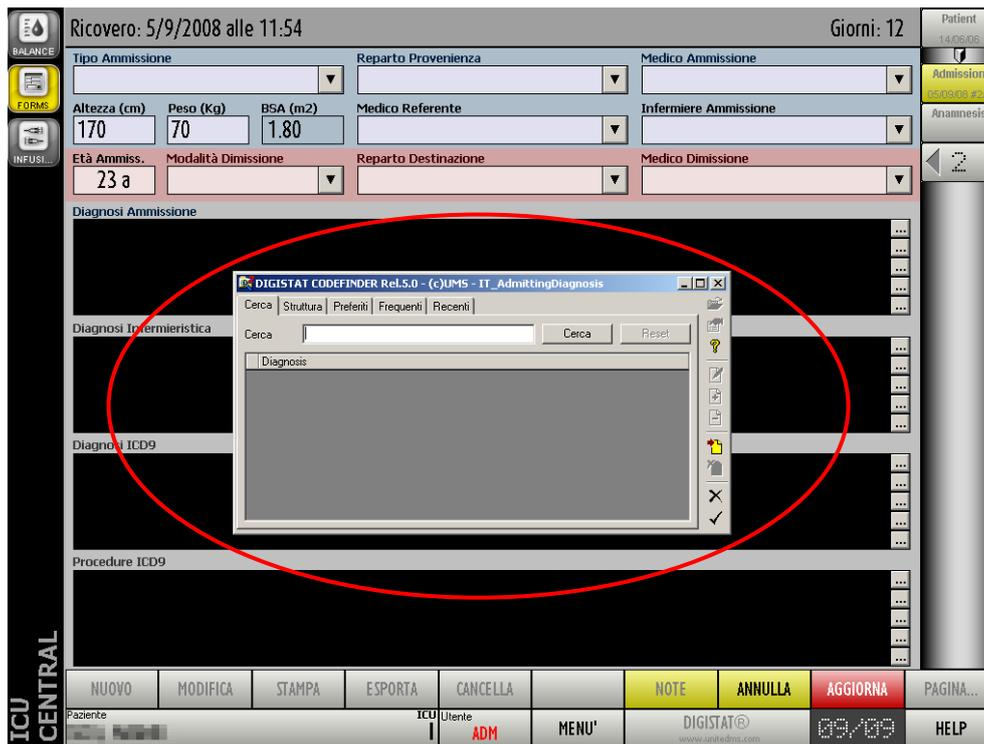

Fig 75
2. Cliccare il pulsante **...** corrispondente al campo che si desidera modificare per aprire la finestra di lavoro di “Codefinder” (Fig 75).